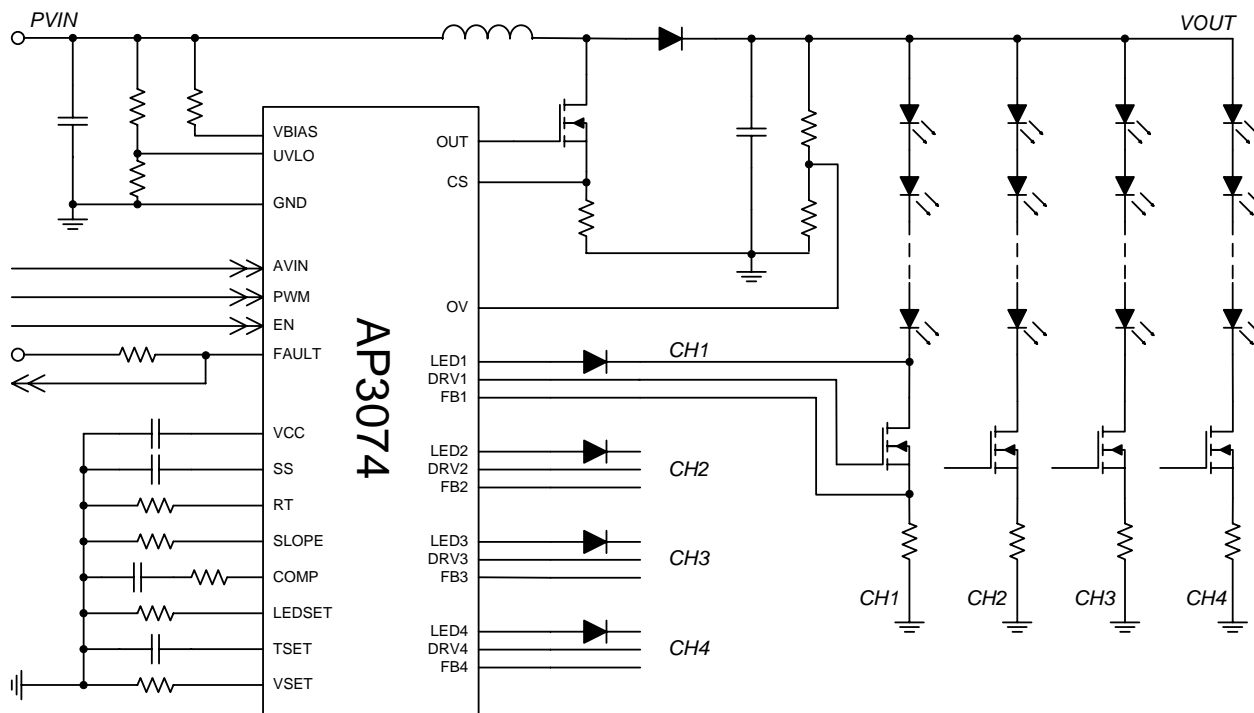
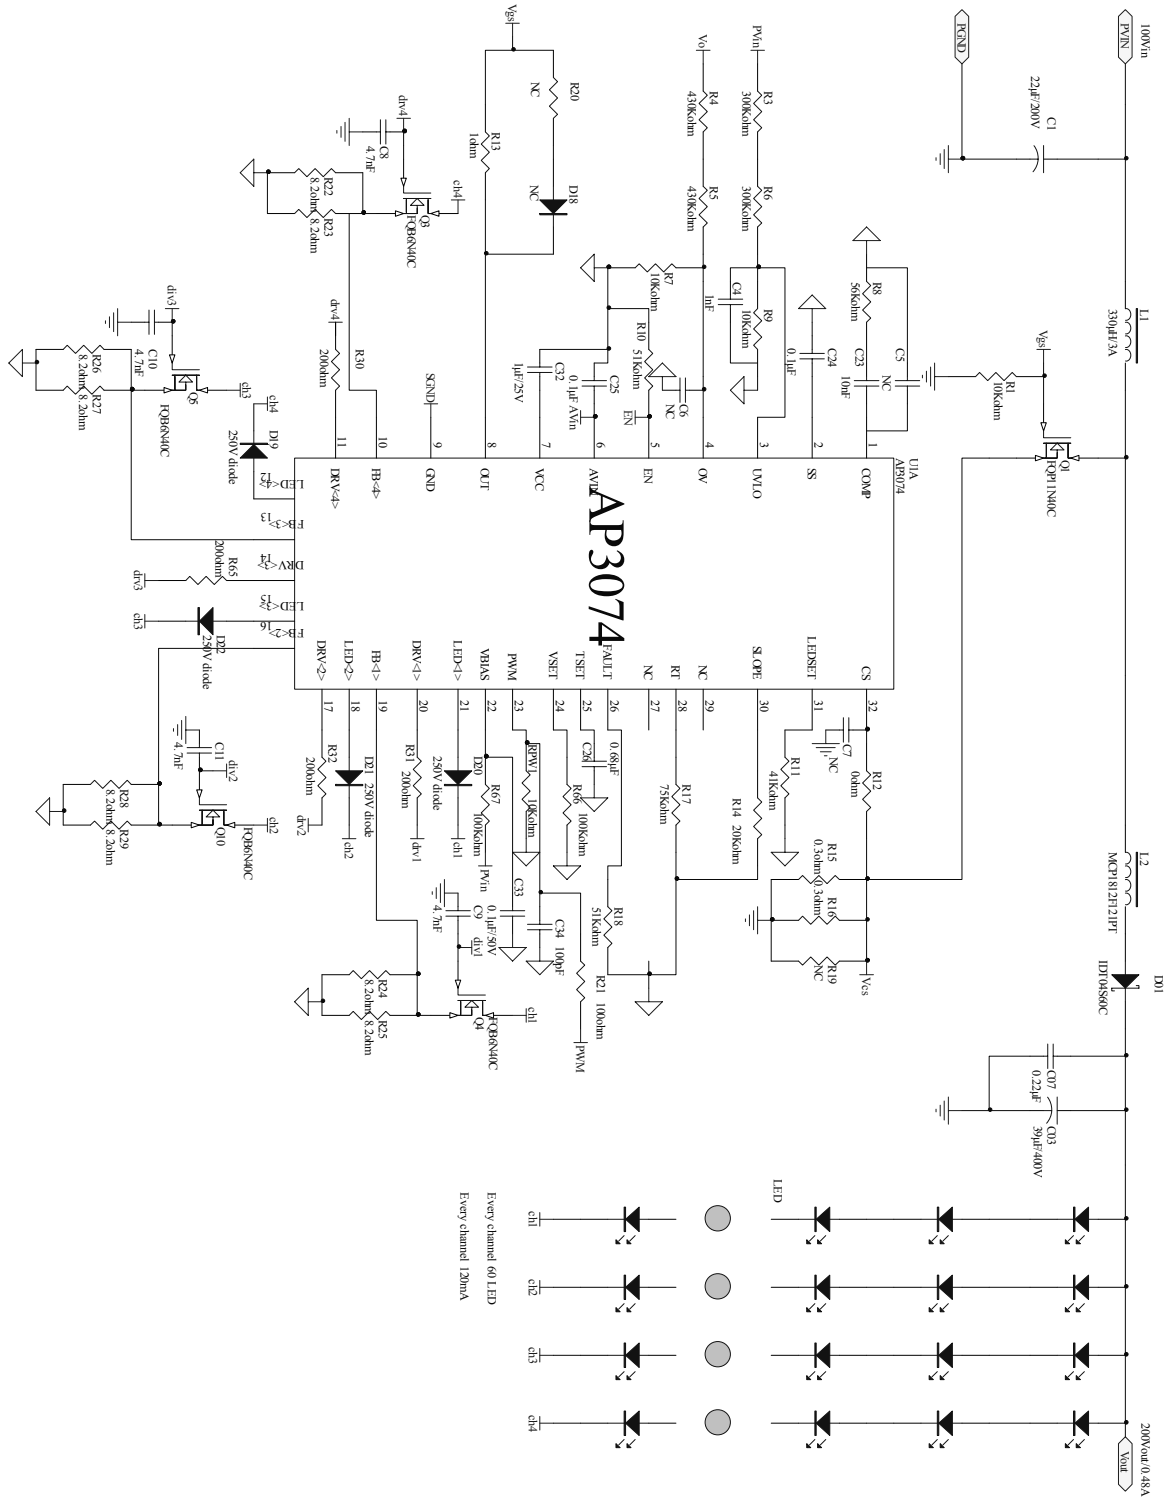
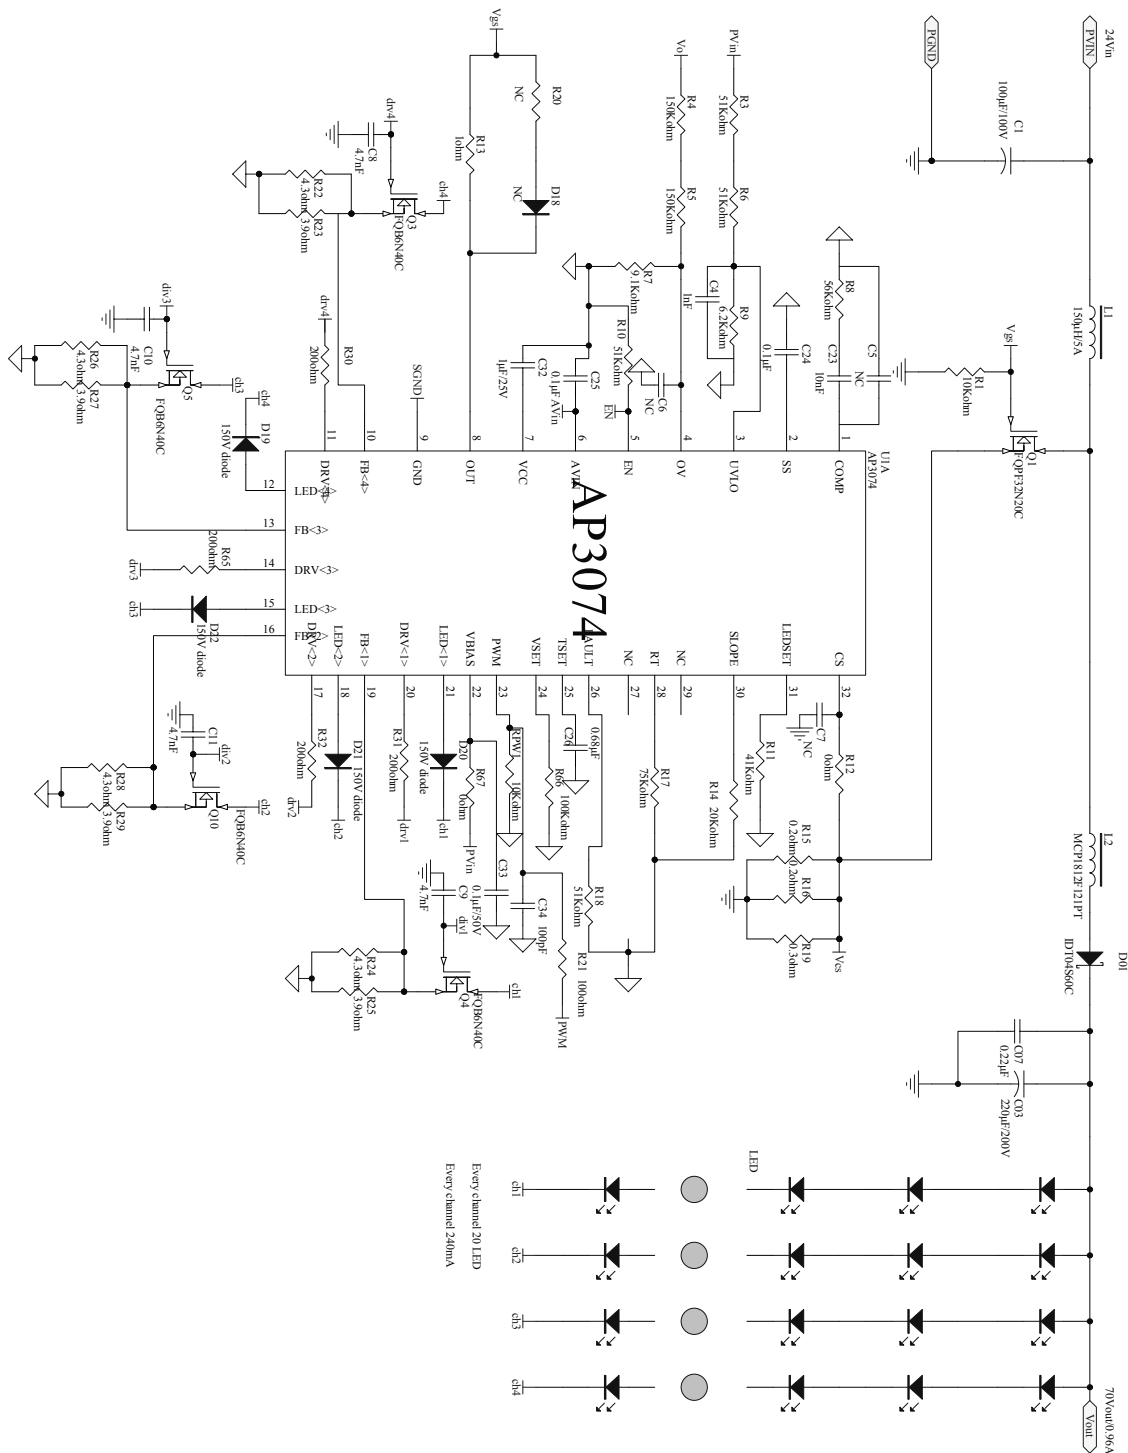

图 1. AP3074 中大型 LCD 屏幕 WLED 背光方案示意图
图2. AP3074典型应用1原理图
图3. AP3074典型应用2原理图
AP3074背光方案示意图如图1，该方案可以驱动四路LED，且任意两路的电流匹配精度达到 $\pm 0.3\%$ 。AP3074的工作频率可通过外部电阻调节，调节范围为50kHz到1MHz。WLED的亮度可通过外加的PWM信号调节。软启动功能有效消除了起机时的电流浪涌。环路补偿外置使用户能根据实际系统设计补偿参数。该方案包含多种保护功能，确保系统在非正常条件下不被损坏，这些保护功能包括：输入欠压保护、输出过压保护、LED灯条开路保护、LED灯条短路保护、过温保护、Boost二极管/电感短路保护、LED阴极对地短路/Boost二极管开路保护和输出短路保护。
实际系统可根据图1进行多种拓展，典型的两种应用如图2和图3。
- 图2所示的典型应用1主要规范如下：
- 图3所示的典型应用2主要规范如下：
AP3074工作过程大致如下：在每个周期的开始，RS触发器置位，Boost功率开关管Q1（参照图1）开通，流过Q1的电流线性增加，电流采样电阻 R_{CS} （参照图1）上的电压按比例线性增加，此电压加上斜率补偿电压之和送入PWM比较器的同相端。当同相端电压达到反相端电压，即误差放大器（EA）的输出电压，RS触发器
如图1，此方案需要一些外围器件，这部分内容将以典型应用1（以下简称典型应用）为例给出关于这些器件选择的建议。